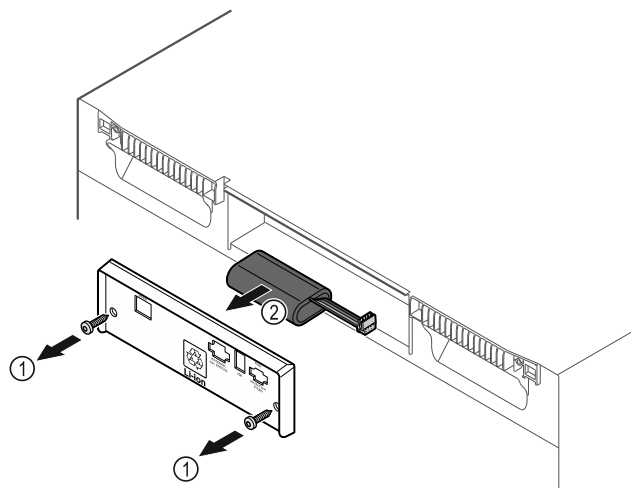

Fig. 229
- ▶ Skruva ut skruvarna och ta bort kåpan på baksidan av skåpet Fig. 229 (1).
- ▶ Lossa batteriet och ta ut det Fig. 229 (2).